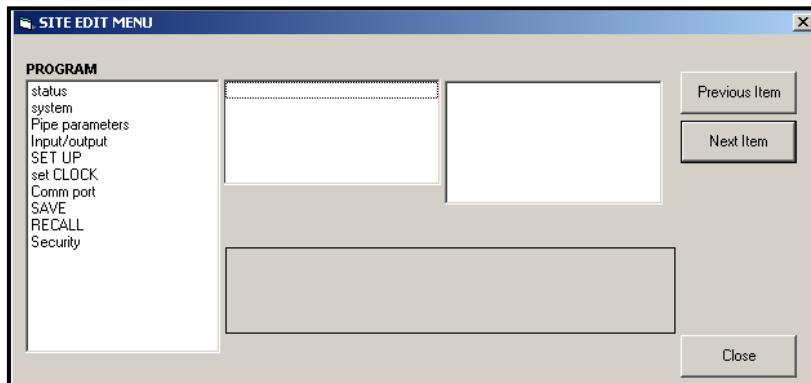

Figura 37: La ventana del Menú de edición del sitio
5. Para abrir un menú específico, haga doble clic en ese menú en el árbol. Por ejemplo, si hace doble clic en el Menú de edición del sitio, se abre una ventana similar a Figura 37.